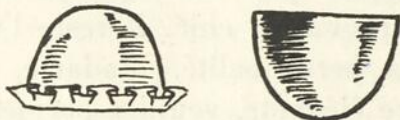

Fig. 1
**Calotte.** — Voici maintenant le moment de confectionner la forme. Posez le bloc sur le coin de la feuille de sparterie, l'angle exactement au milieu du devant, faites un tracé sur la feuille autour du bloc, prévoyez environ  $\frac{3}{4}$  de pouce de plus que le tracé. Humectez la sparterie légèrement du côté paille et ajustez sur le bloc de bois utilisé à l'envers pour obtenir une calotte plate (Fig. 1).